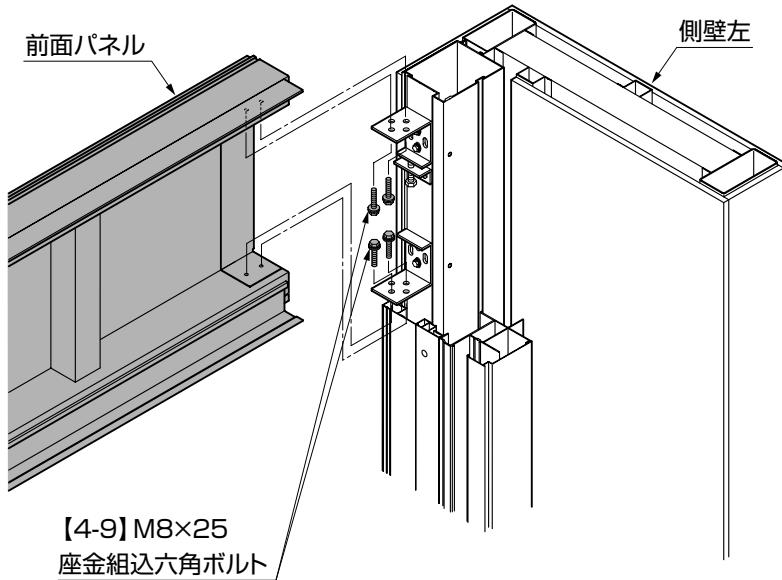

図4-2
- ボックスレンチだけでは締込めないところがあります。メガネレンチ等を併用して締込んでください。(図4-2参照)